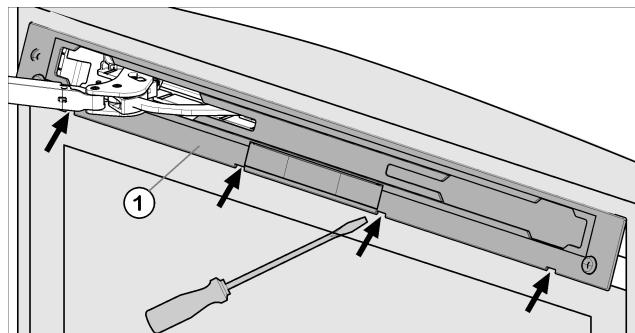

Fig. 5
- Desencaje el panel Fig. 5 (1) con el destornillador para tornillos de cabeza ranurada y retírelo.